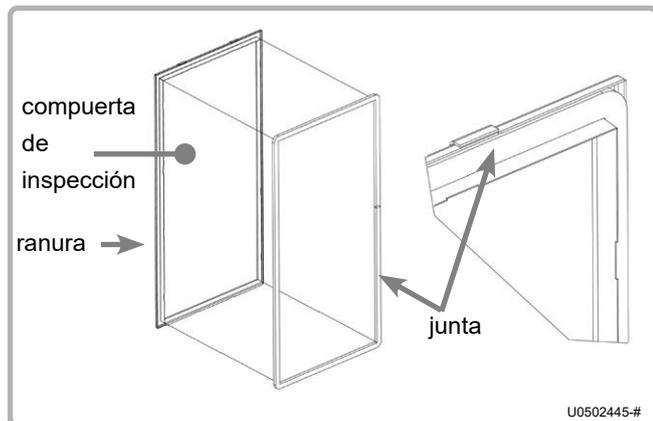

figura 47 - Sustitución de las juntas de la puerta
- Coloque la brida de sujeción (el texto grabado "UP" debe permanecer visible y la guía interna debe estar ubicada sobre el eje trasero de la caldera - ver figura 47).
- Ejerza presión y gire la manija hacia la derecha para bloquear la cabeza (ver figura 47).